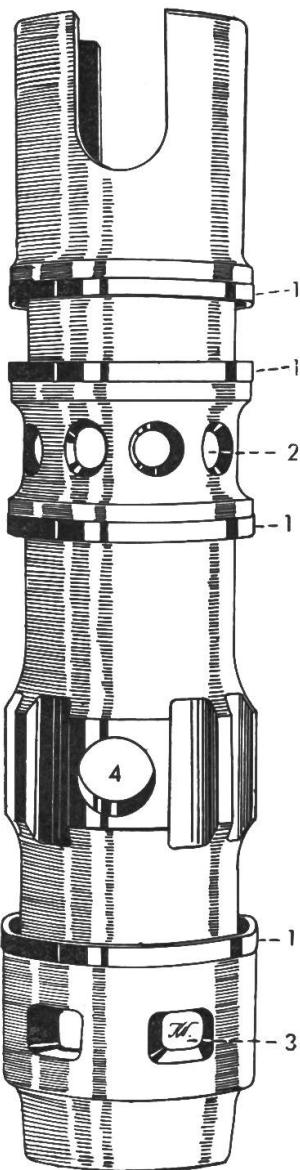

Fig. 81
Fig. 81: Nasse Büchse eines Junkers-Gegenkolbenmotors. Die spezielle Bauweise dieses Motors lässt die Büchse zu einem sehr interessanten Bestandteil des Motors werden. Die Dichtungsflächen (1) sind hinterdreht, so dass sie etwas federn können. 2 = Spülschlitz. 3 = Auspuffschlitz. 4 = Bohrung für die Treibstoffdüse.